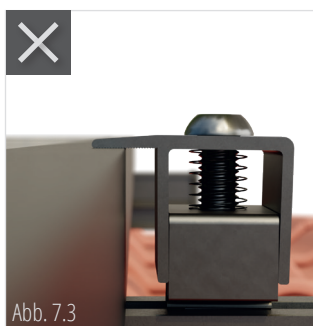

Abb. 7.3
2. Anschließend können die Endklemmen an die Höhe des Modulrahmens angepasst und mit einem Anzugsdrehmoment von 10 Nm fixiert werden (Abb. 7.3 und 7.4).